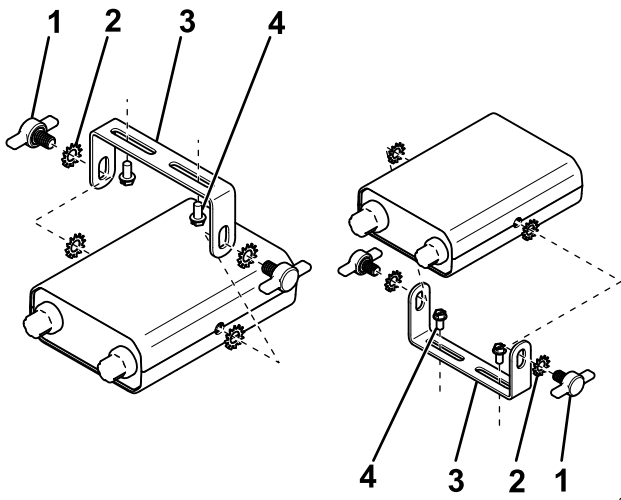

Bild 14
1. Bringen Sie den Haltebügel mit zwei Blechschrauben am Fahrzeug an (Bild 14).
2. Befestigen Sie das Steuergerät mit vier Zahnscheiben und zwei Rändelschrauben an der Befestigungshalterung (Bild 14).